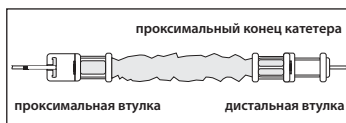

Рисунок 4
- ⦿ Вставьте кончик требуемого катетера в проксимальный конец фильтр-оболочки катетера. Продвиньте катетер через трубку и втулку на противоположном конце (см. рис. 4).